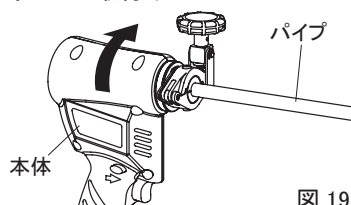

図 19
* 本体の切り欠き位置(差込口)にクランプの突起部を合わせてセットし本体を図19の矢印の方向に「カチャ」とはめ込んでください。ノッチで固定されます。